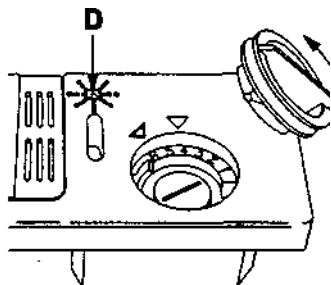

Рис. 8
- Поверните крышку емкости на 1/4 оборота против часовой стрелки и снимите ее (рис. 8).